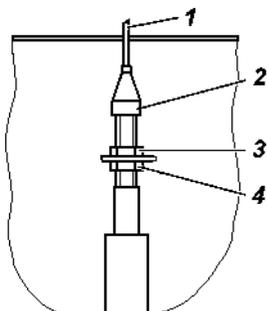

Рис. 9.8. Регулировка привода педали дроссельной заслонки :
**Привод дроссельной заслонки** в процессе эксплуатации может потребовать регулировки натяжения троса. Для натяжения троса отверните гайку 3 (рис. 9.8) и затяните гайку 4.